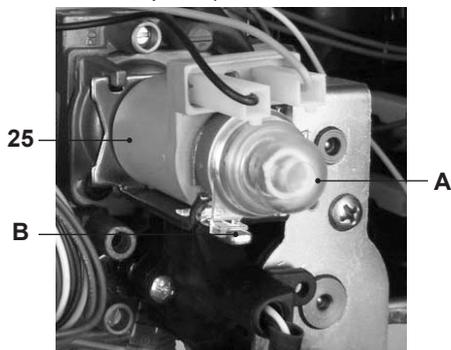

Рис. 7.2
- Снимите защитный колпачок А модулирующего устройства 25, см. Рис. 7.2, освободив его от упора В (с этой целью поверните ее по часовой стрелке и подденьте отверткой).